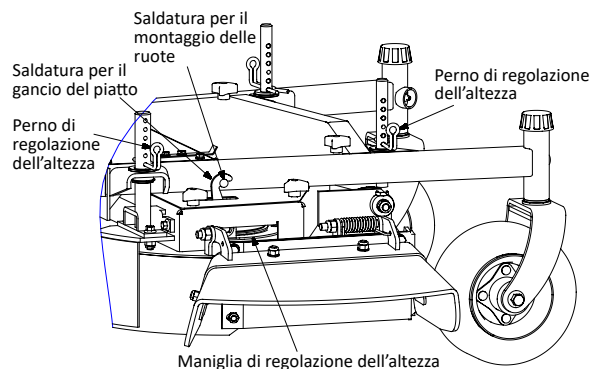

FIG 8.
- Inserire il perno di regolazione dell'altezza nel foro corrispondente all'altezza di taglio desiderata. Vedere la decalcomania sulla piastra di sollevamento del ponte. Spostare la leva dalla posizione di trasporto e giù sul perno di regolazione dell'altezza per falcciare all'altezza selezionata. Vedere la FIG 8.